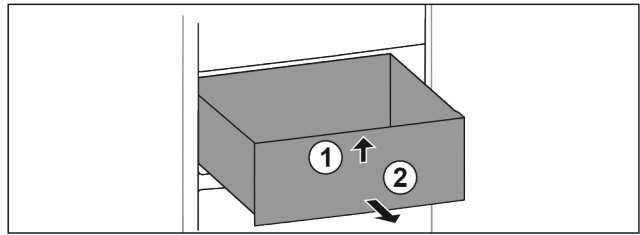

Fig. 134
- ▶ Schubfach vorne anheben. Fig. 134 (1)
- ▶ Schubfach nach vorne entnehmen. Fig. 134 (2)